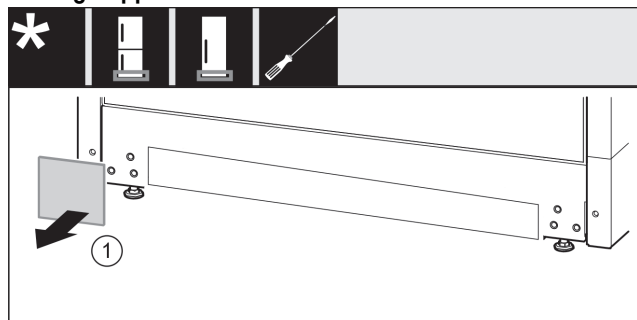

Fig. 16
- Togliere la copertura. Fig. 16 (1)